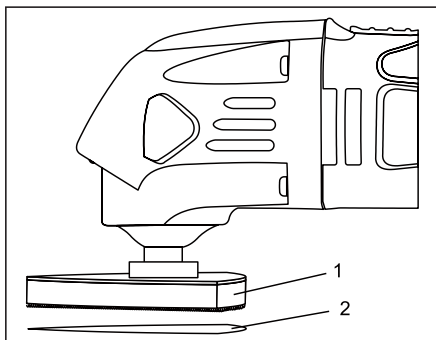
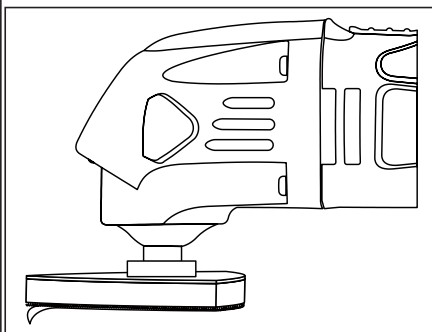

Fig. 3
Fig. 4
1. Установите шлифовальную тарелку (1) на инструменте (рис. 3).
2. Плотно прижмите кожу (2) к подложке.
3. Чтобы удалить наждачной бумагой, просто снимите шкурку от липучке (рис. 4).